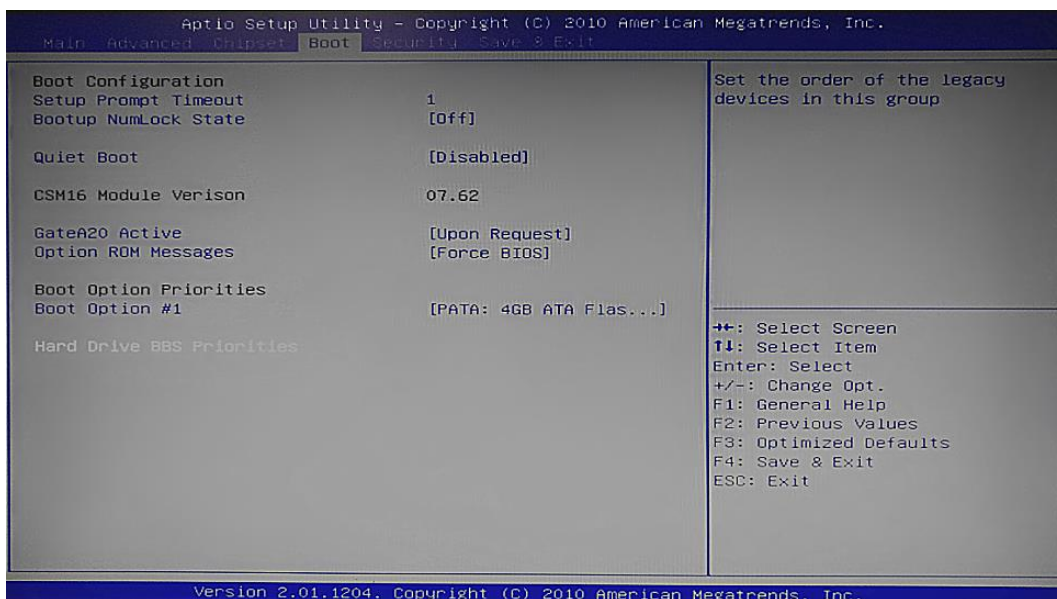

图 2-1 BIOS 设置 1
- 3) 在启动过程中按下 DEL 键进入 BIOS 设置界面(如图 2-1 所示), 选择“Hard Drive BBS Priorities”按回车。